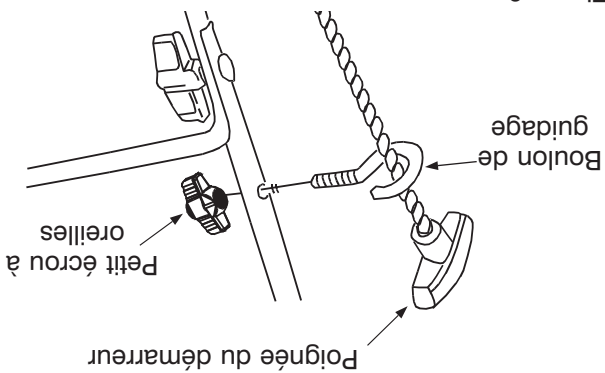

Figure 6
- Attachez-le avec un petit écrou à oreilles. Voir la Figure 6.